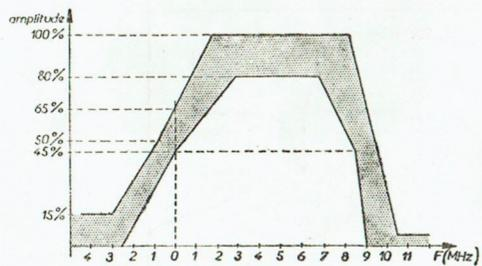

Fig. 6
- Vérifier la bande passante totale FP ± FI au wobulateur. Elle doit tenir dans le gabarit de la figure 6.